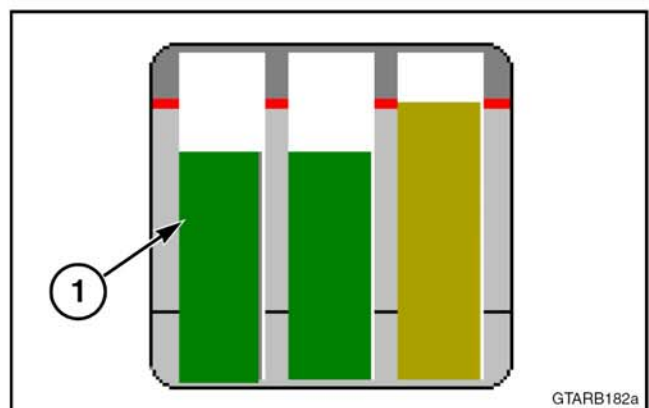

FIG. 15
FIG. 15: El indicador de forma de fardo usa dos sensores de mando y la consola para vigilar la forma del fardo. El indicador de forma de fardos (1) en la pantalla de la consola indicará en qué dirección conducir para que el diámetro sea igual a ambos extremos del fardo.